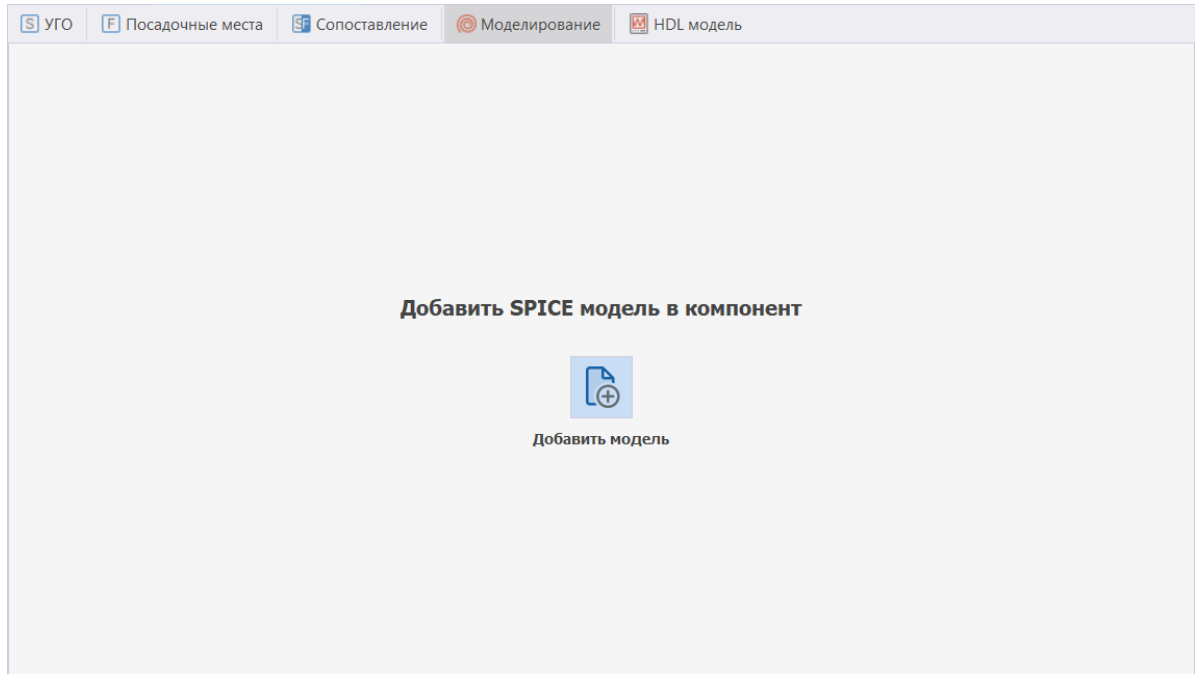

Рис. 10 Добавление Spice-модели
3. В открывшемся окне нажмите «Добавить модель», см. Рис. 10.